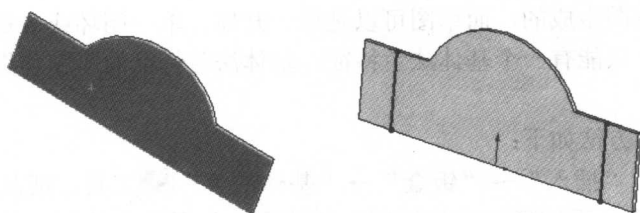

图 1-4 选择绘制草图基准面，绘制草图
(1) 单击菜单栏中的“插入”→“钣金”→“绘制的折弯”工具，或单击钣金工具栏中的“绘制折弯”工具，系统要求选择绘制好的草图，如果没有绘制好的草图就选择绘制草图基准面进入草图绘制。这里选择“基体法兰 1”的上表面（深色）作为绘制草图的基准面，单击→，用“直线”工具绘制出两条竖线，如图 1-4 所示。单击图标按钮退出草图绘制。